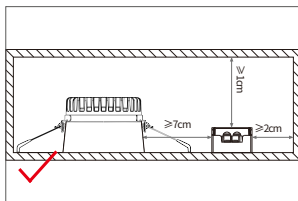

图4
- 驱动器离发热体(如灯具散热器)应该保持一定的距离，推荐间隔距离应 $\geq 7\text{cm}$ (如图4)。